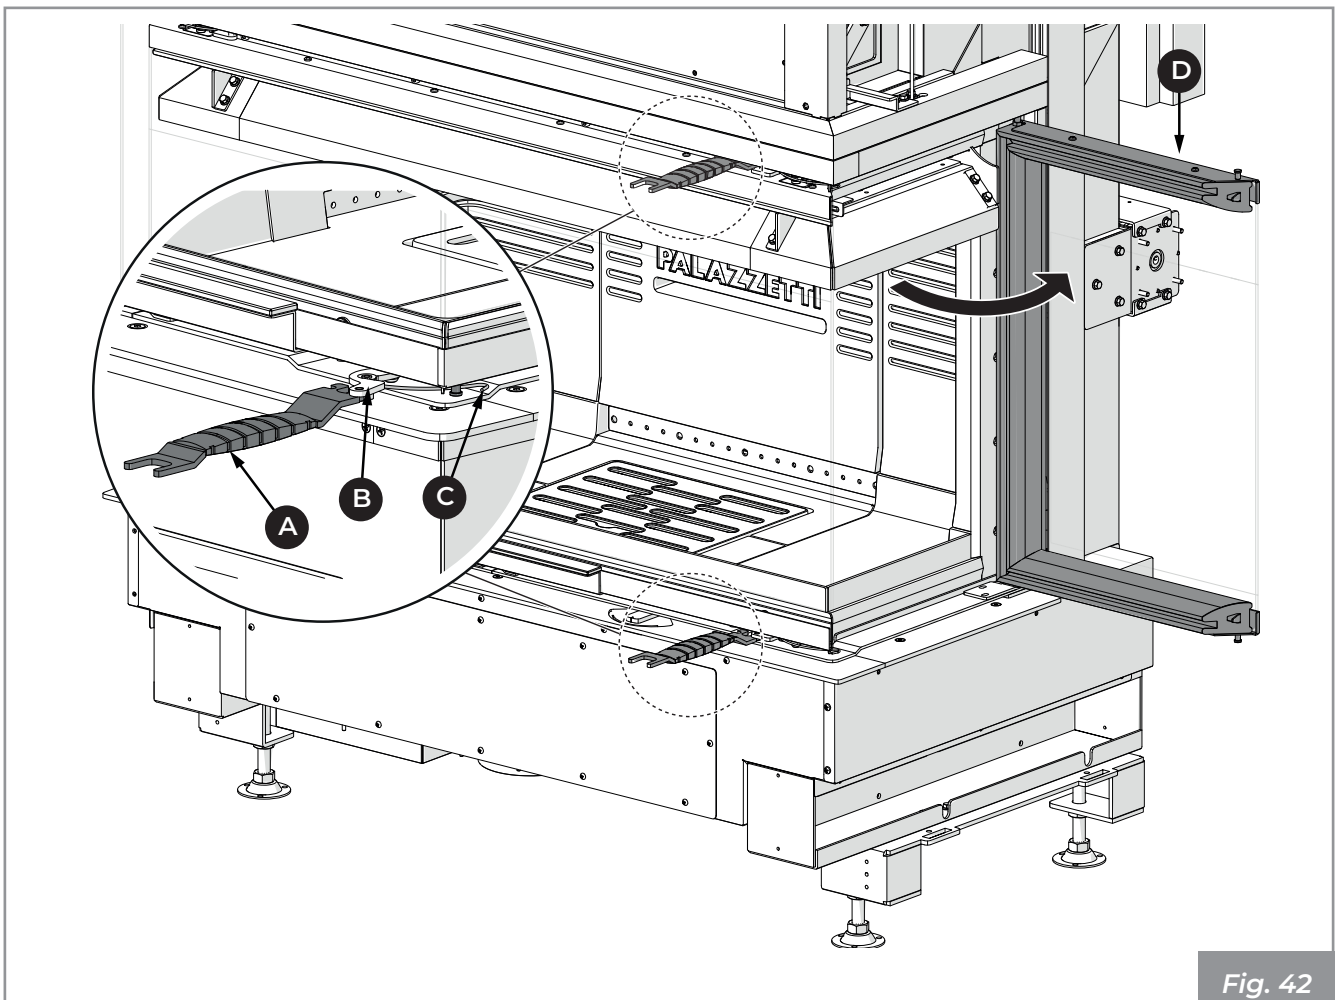

Fig. 42
- 1) Utilizar el tirador frío (A) para girar la palanca (B) y liberar el gancho (C)
- 2) Abrir la puerta (D) (Fig. 42).